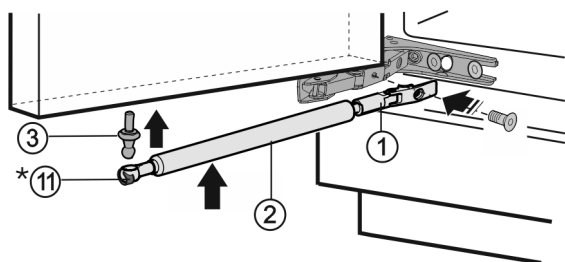

Fig. 11
- Visser le pivot sphérique Fig. 11 (3) à fond dans le nouveau trou de fixation avec **3 lb-ft (4 Nm)** (Torx® 25).
- Visser fermement la fixation Fig. 11 (1) avec un couple de serrage d'au moins **2.5 lb-ft (3 Nm)**.
- Accrocher l'amortisseur de fermeture Fig. 11 (2) dans le tourillon.